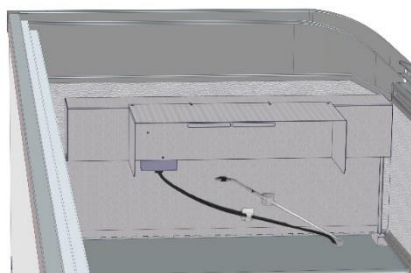

Fig.15 Suporte da ventoinha
7. Se necessário, limpar o suporte da ventoinha (consultar a Fig. 15), basculando-o para cima e limpando as superfícies subjacentes cuidadosamente, com um pano húmido.